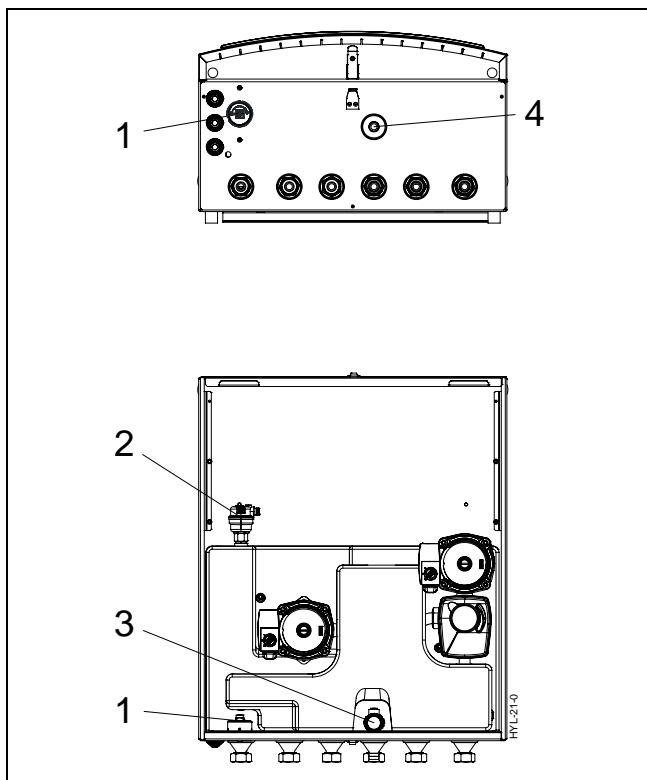

Fig. 79 ES-modul
3. Senk trykket i varmesystemet ved å åpne opp sikkerhetsventilen for varmevannet (Merke.4, fig. 79 - side 58), helt til trykkmåleren (Merke.2, fig. 79 - side 58) kommer til verdien 0 bar.
4. Påse at lufteskruene til ES-modulen (Merke.3, fig. 79 - side 58) og til installasjonen er åpne.
5. Koble til røret til evakueringen fra ventilen (Merke.5, fig. 79 - side 58).